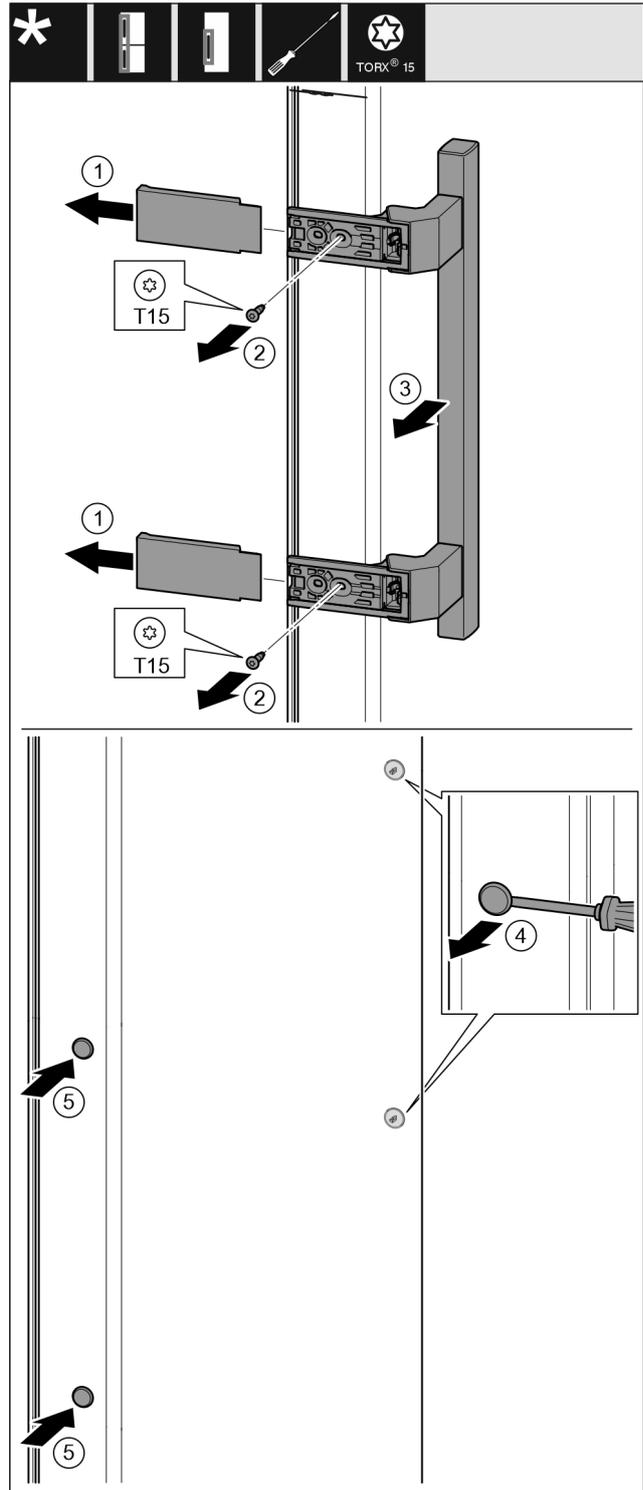

Fig. 37
- ▶ Retire la cubierta. Fig. 37 (1)
- ▶ Desenrosque los tornillos con el destornillador T15. Fig. 37 (2)
- ▶ Retire el tirador. Fig. 37 (3)
- ▶ Levante cuidadosamente el tapón lateral con un destornillador para tornillos de cabeza ranurada y extráigalo. Fig. 37 (4)
- ▶ Vuelva a colocar el tapón en el otro lado. Fig. 37 (5)